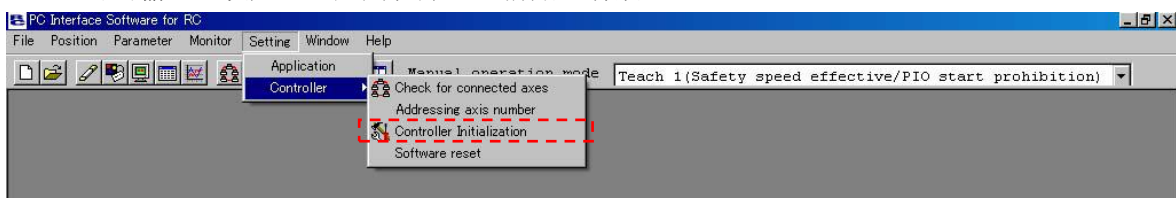

图 16.3 菜单栏（参数初始化(出厂值)）
(2)在显示的密码输入界面上输入密码(5119)后，“设定-Setting”→“控制器-Controller”菜单上将显示“控制器初始化-Controller initialization”菜单(图 16.3)。